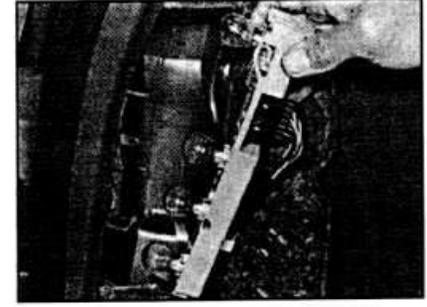

Рис. 12.33. Снятие крышки заднего фонаря на моделях комби.
- Снимите крышку задних фонарей (см. рис. 12.33).